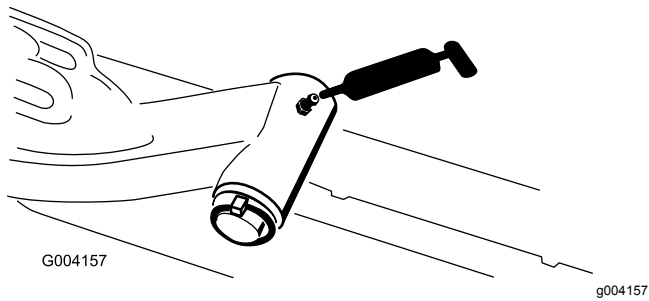

Figura 67
- Eje pivotante del brazo de elevación (1 en cada) (Figura 67)